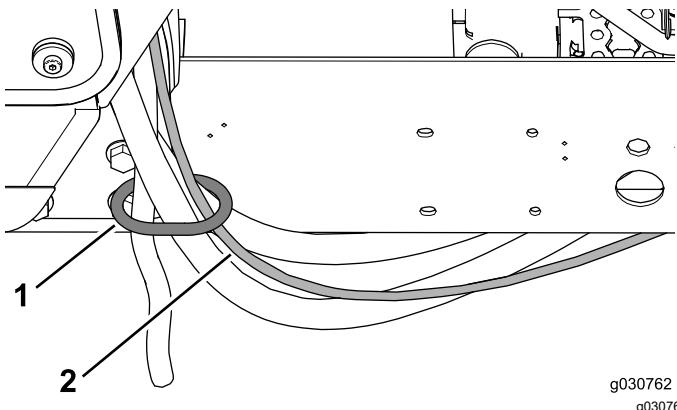

Bild 47
1. Verlegen Sie den Schlauch für die Scheibenwaschanlage durch den Schlauchring an der hinteren Kabinenbefestigung (Bild 47).